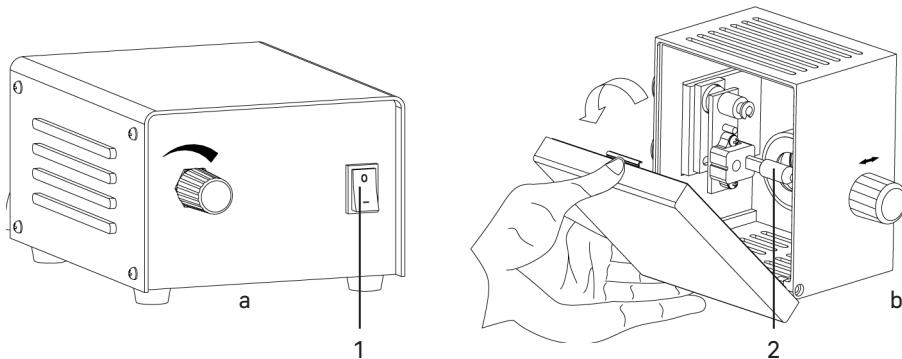

Рис. 17. Замена лампы
- ослабьте крепежный винт при помощи отвертки и снимите заднюю крышку фонаря, как показано на рис. 17б;